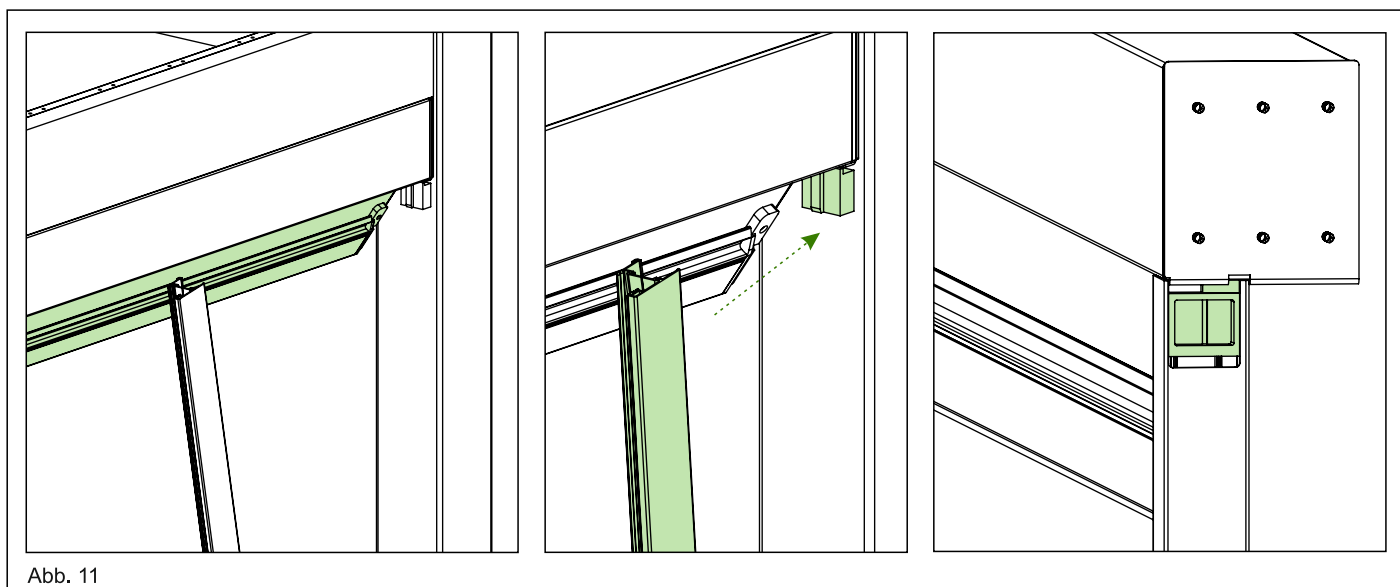

Abb. 11
10. Drücken Sie die Markise beiseite, schieben Sie daraufhin die Schienenführung über das Verbindungsstück des Markisenkastens und rasten Sie sie ein. Kontrollieren Sie mit der Wasserwaage, ob alle Komponenten gerade im Rahmen sitzen. Siehe Abb. 11.